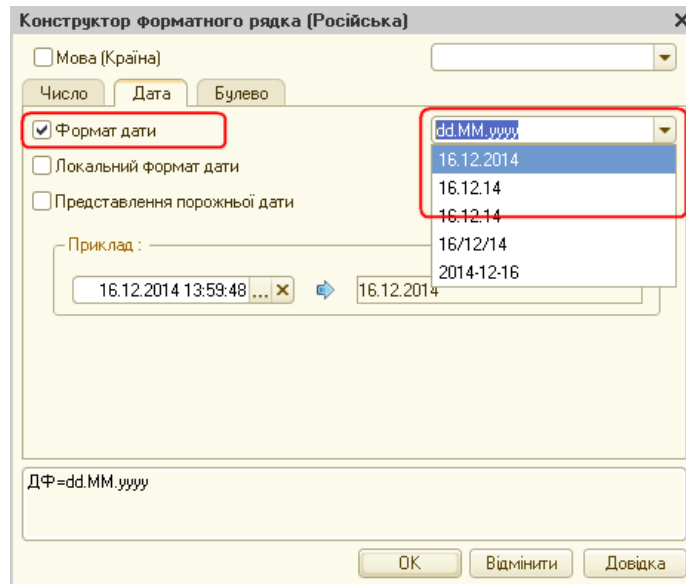

Рис. 15. Формат дати
12) Далі необхідно здійснити відображення дати на документі. Для цього переходимо на закладку «Дані», вибираємо «Стандартні реквізити» та для реквізиту «Дата» визиваємо його палітру властивостей, де задаємо необхідний формат (рис.15).